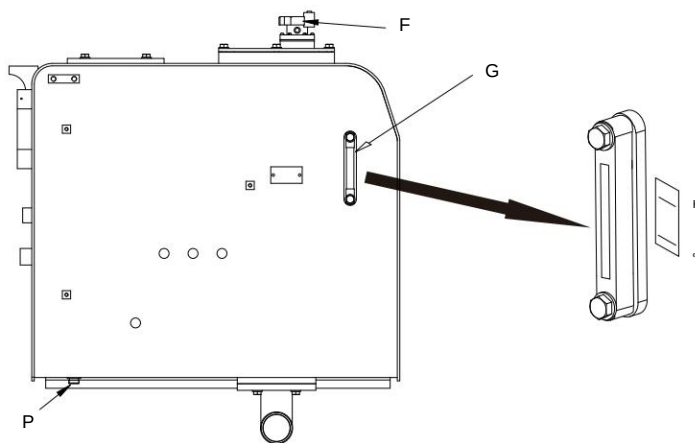

Figura 4-14
- c) Abra a porta traseira direita da máquina e observe o medidor de nível de óleo (G). O nível do óleo deve estar entre a linha H e linha L, conforme mostrado na Figura 4-14.
- d) Caso o nível do óleo esteja abaixo da linha L, reabasteça através do bocal (F) na parte superior do tanque hidráulico.